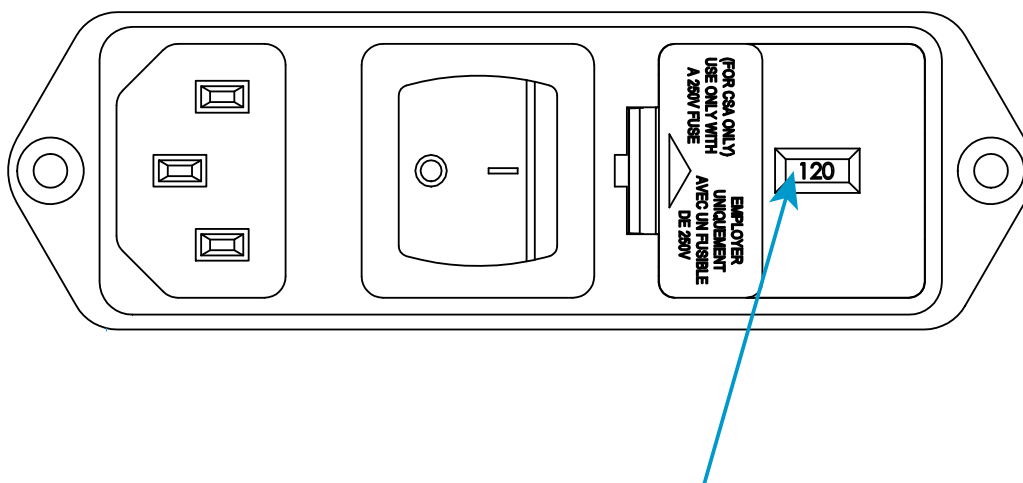

Figura 4. Connettore dell'alimentazione in ingresso con impostazione della tensione
2. Ispezionare il connettore di ingresso dell'alimentazione e consultare Figura 4 a pagina 38. La tensione indicata in Figura 4 è 120 V.
7. Reinstallare il portafusibili nel connettore. Controllare che l'indicatore sia puntato sulla tensione d'ingresso corretta. Vedere la Figura 4 a pagina 38 per riferimento.